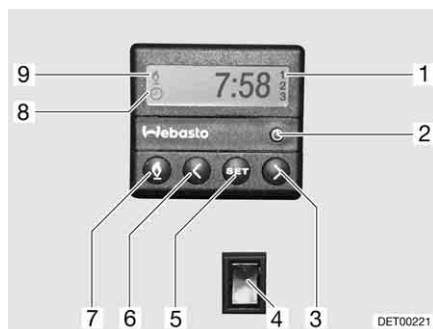

Fig. 125 Centralina di controllo per riscaldamento fisso
- Premere il tasto (Fig. 125,7). Il funzionamento del riscaldamento viene indicato con il simbolo (Fig. 125,9). La ventola viene inserita solo quando la temperatura dell'acqua di raffreddamento è pari a 30 °C.
- Premere il tasto (Fig. 125,7). Il simbolo (Fig. 125,9) si spegne.
- Premere l'interruttore (Fig. 125,4) in basso. Il motore viene preriscaldato. La ventola viene inserita immediatamente.
- Premere l'interruttore (Fig. 125,4) in alto. Il motore rimane freddo.
- Premere il tasto (Fig. 125,2). L'impostazione dell'ora viene indicata con il simbolo (Fig. 125,8).
- Impostare l'ora con i tasti (Fig. 125,3 e 6).
- Premere il tasto (Fig. 125,5).
- Impostare l'orario di accensione con i tasti (Fig. 125,3 e 6) entro 10 secondi.
- Premere il tasto (Fig. 125,5) fino a che nel display (Fig. 125,1) non appare il numero di programmazione desiderato.